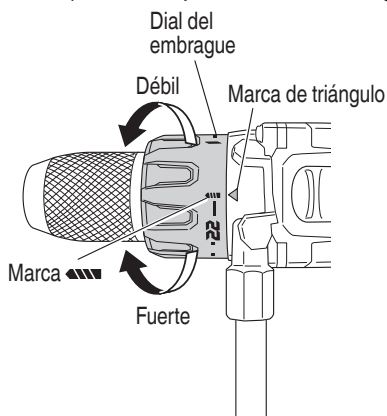

Fig. 16
7. Confirmar la posición del dial del embrague (Ver la Fig. 16).
- (2) Indicación del par de apriete (Consulte la Fig. 16, 18)
- (3) Ajuste del par de apriete (Consulte la Fig. 16, 18)